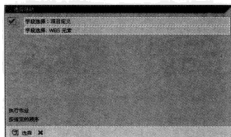

图 9-23 “选择活动”对话框
STEP 1 在命令栏输入 SPRO 命令, 通过菜单选择“项目系统→结构→实施结构→工作分解结构 (WBS)→用户接口设置→为工作细分结构定义字段选择”选项, 弹出“选择活动”对话框, 如图 9-23 所示。